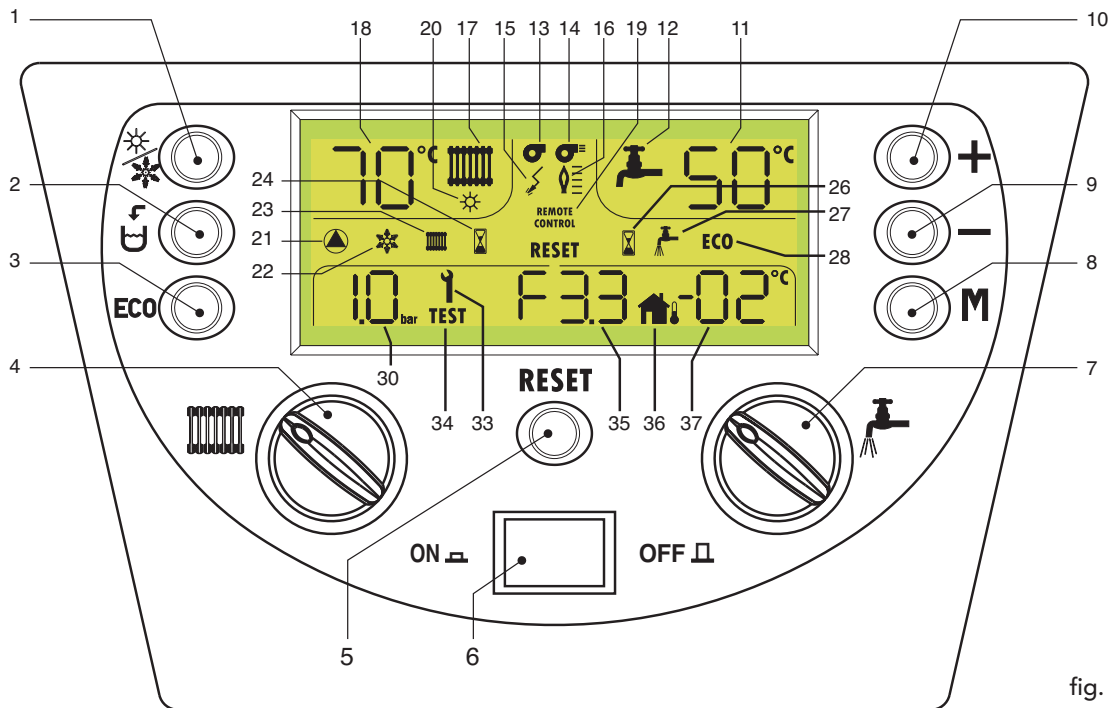

fig. 1
Para activar o desactivar la función **Confort** es suficiente presionar el pulsador (ECO - 3 fig. 1).
Para restablecer la caldera, pulsar la tecla Reset (5 - fig. 1).
- Pulsar la tecla ON/OFF (fig.1).
Pulsar la tecla ON/OFF (fig. 1).
Para elegir una de las dos modalidades, es suficiente pulsar la tecla  (1 - fig. 1).
La caldera está dotada de un sistema de carga de la instalación que puede programarse para el funcionamiento automático o semiautomático. La caldera sale de fábrica en modalidad semiautomática, pero luego puede ajustarse para la carga automática. Para ello, es suficiente pulsar la tecla "cargar instalación" (⏏ - 2 fig. 1) durante unos cinco segundos hasta que en pantalla aparezca la expresión **AF** (modo automático).